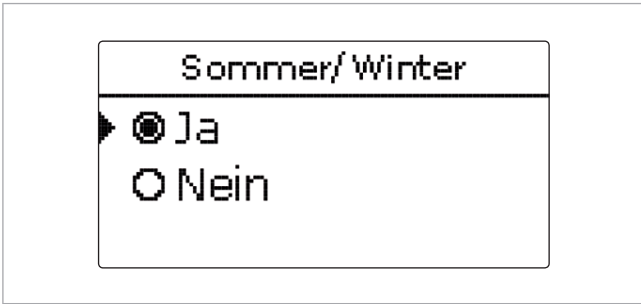

Abb. 6: Radiobutton
- mit einem so genannten „Radiobutton“, wenn aus einer Auswahl nur eine wählbar ist (z. B. → Abb. 6).